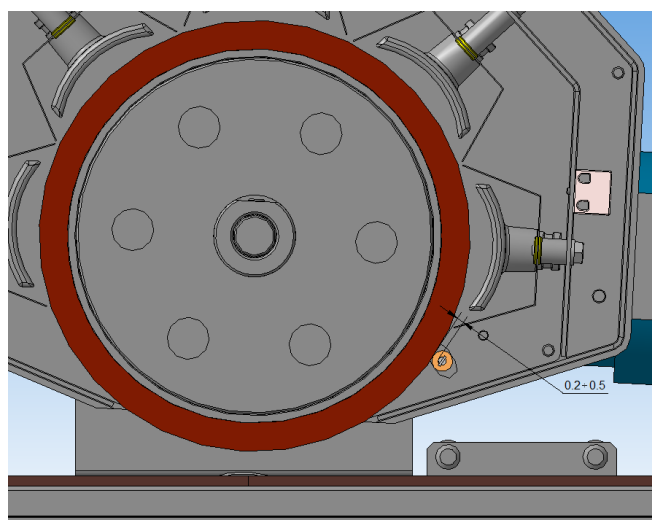
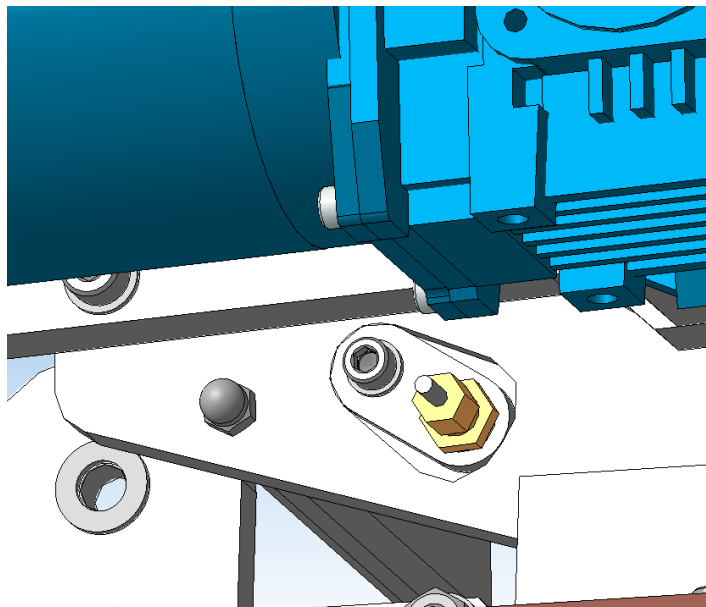

Рис.7
Рис.8
**Внимание! Важно!** После установки и фиксации вала **ОБЯЗАТЕЛЬНО** отрегулируйте положение температурного датчика относительно поверхности вала. (Рис.7) Чем ближе датчик расположен к поверхности вала, тем точнее будут показания температурного контроллера. Оптимальное расстояние находится в диапазоне от 0.2 до 0.5мм. Для регулировки ослабьте винт фиксации кронштейна температурного датчика (Рис.8) и переместите его в необходимое положение. Для этого воспользуйтесь щупом подходящей толщины или подручными материалами (например, листом бумаги, при необходимости сложенным несколько раз). Затяните винт фиксации.